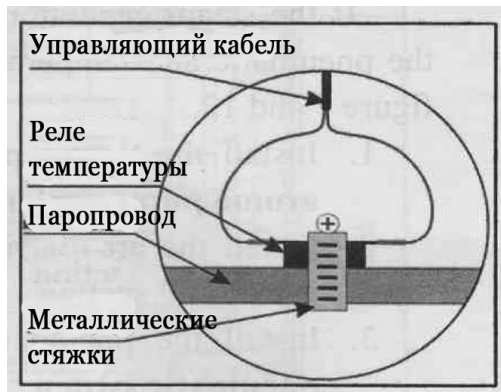

Рисунок 5
2. Руководствуясь рис. 5 установите изоляционную прокладку на реле температуры, а затем закрепите его на паропроводе, используя металлические стяжки, входящие в комплект изделия.